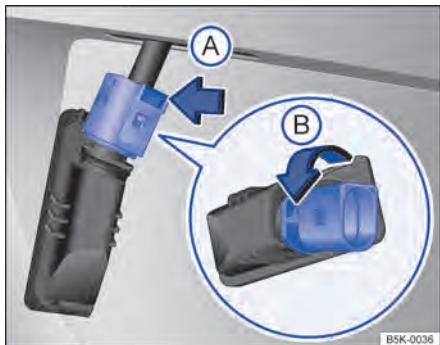

Fig. 196 Lanterna da placa licença: desinstalar o suporte das lâmpadas.
4. Pressionar a trava do conector no sentido da seta ⇒ Fig. 196 \(A\) e desencaixar o conector.